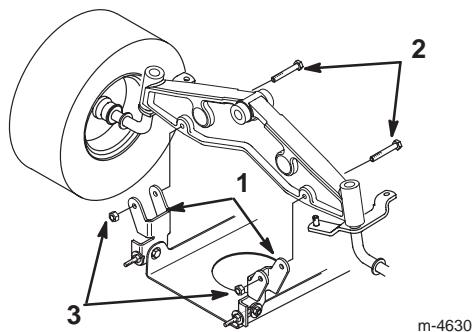

Bild 39
- 14.** Entfernen Sie die Schrauben und Sicherungsmuttern und ziehen Sie die beiden Schwenkhalterungen des Mähwerks von der Vorderachse herunter (Bild 39).